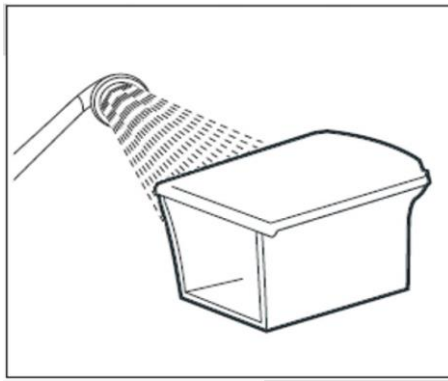

Рисунок 11
10. Очищення травозбірника (рис.11)
У процесі експлуатації при необхідності потрібно періодичне промивання травозбірника (Рис. 11). Під час роботи подрібнена волога трава злипається, прилипає до стінок травозбірника і закриває отвори для виходу повітря. Внаслідок цього повітряний потік із травою може не потрапляти в травозбірник, тому що з нього немає виходу повітря (утворюється так звана «повітряна пробка»). Для очищення травозбірника промийте його водою зі шланга або мокрою губкою до повного очищення стінок трави, що налипла.